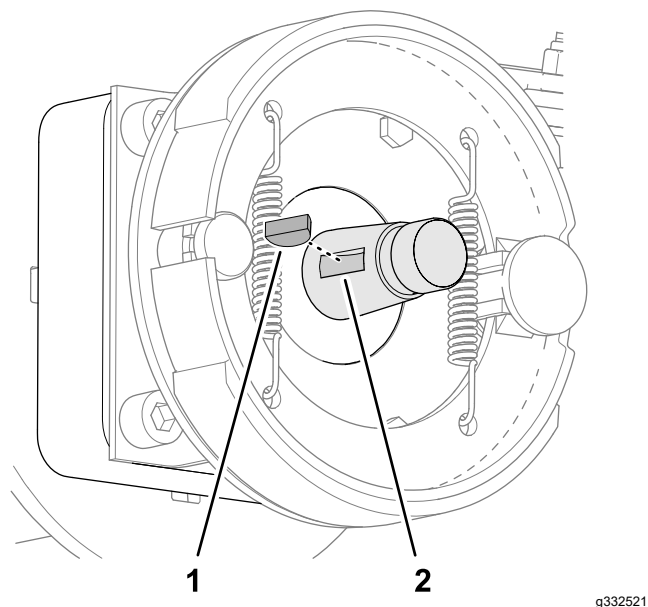

Figura 66
5. Retire a chave semirredonda do veio do motor das rodas (Figura 66).